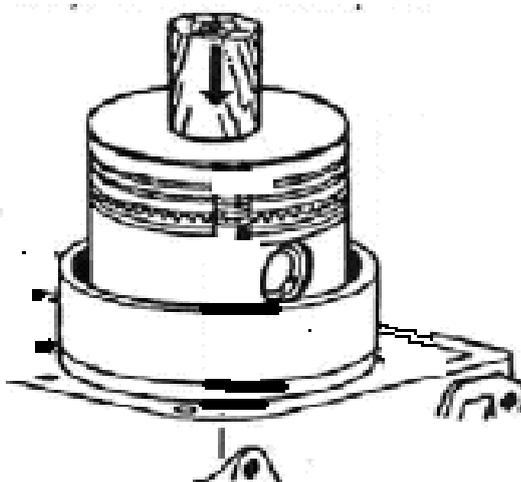

Рис.117. Установка поршня с кольцами в цилиндр
– с помощью специальной оправки с внутренней конусной поверхностью сжать кольца и вставить поршень в цилиндр (рис.117).